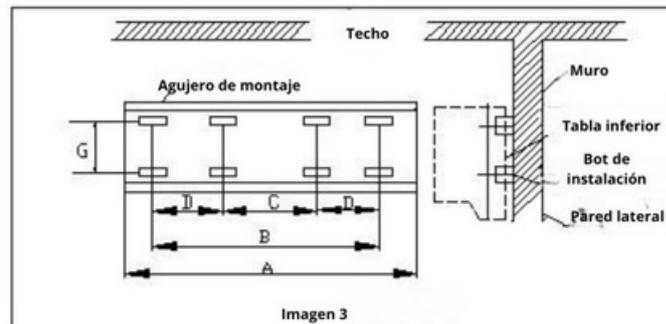

Imagen 3
- (2) Divide el orificio del perno explosivo que coincide con M8 para tirar de la posición, tirará del perno explosivo para fijarlo en la pared en concreto, simultáneamente debe proteger el radio de giro del perno es de 15 mm. (imagen 3)